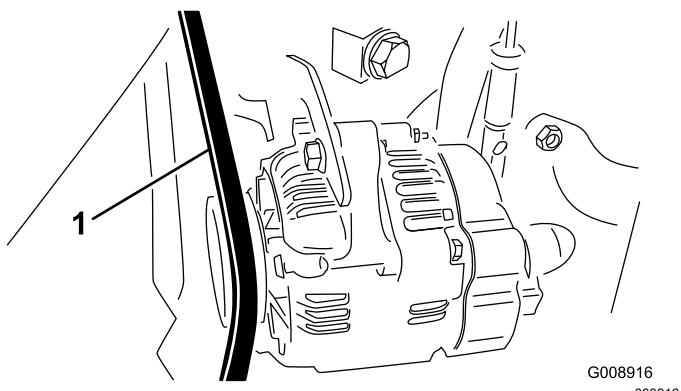

Figure 71
2. Contrôlez la tension de la courroie d'alternateur/de ventilateur en exerçant une force de $30 \text{ N}\cdot\text{m}$ à mi-chemin entre les poulies d'alternateur et de vilebrequin (Figure 71).